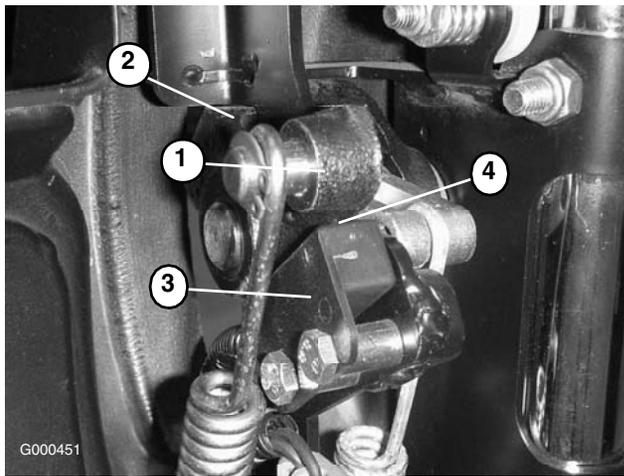

Figura 26
2. Engrane la palanca de tracción hasta que entre en contacto con el tope de punto muerto (Figura 26).
3. Afloje las fijaciones del interruptor de seguridad (Figura 26).
4. Coloque un suplemento de 0,813 mm de grosor entre la palanca de tracción y el interruptor de seguridad (Figura 26).